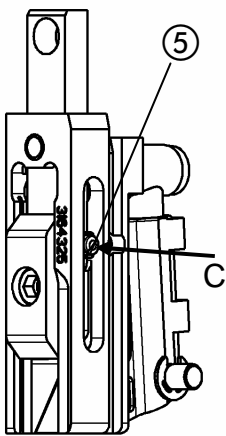
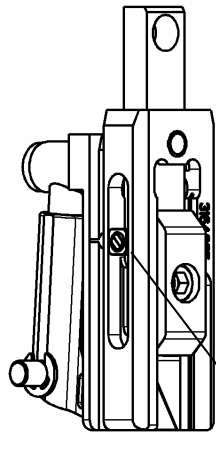
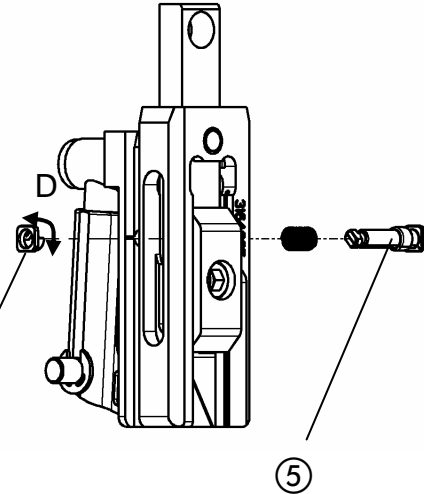

Fig. 28
Fig. 29
Fig. 30
- Fig. 28, Fig. 29, Fig. 30 -
- Presionar el perno de accionamiento ⑤ en el plegador (flecha C) hasta que el seguro del perno ④ sobresalga tanto del plegador que se pueda girar.